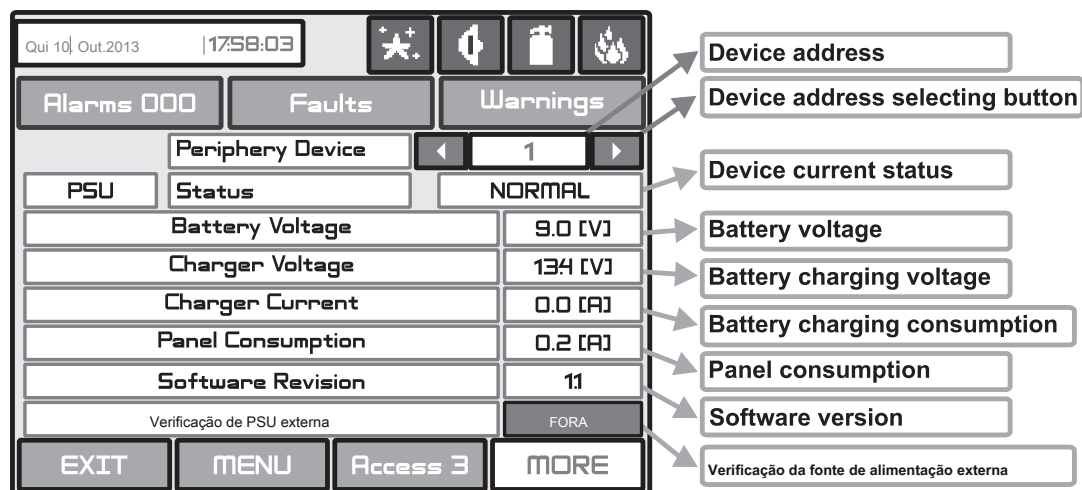

Fig. Tela 5 Parâmetros PSU (fonte de alimentação)
Escolhendo " **Periferia** " O botão "leva ao submenu para inserir os parâmetros dos dispositivos periféricos disponíveis na configuração do sistema - Fig. Tela 5. A lista de dispositivos periféricos suportados é:
- **PSU** Fonte de alimentação - veja a Fig. Tela 5
Na tela da PSU são visíveis as características técnicas atuais da fonte de alimentação principal - consulte a Fig. Tela 5.